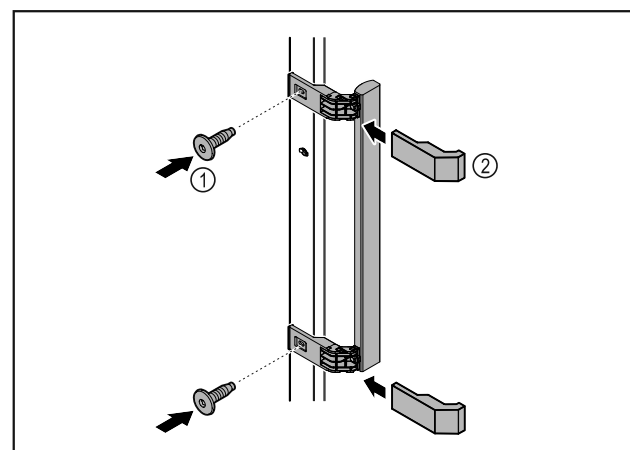

Fig. 9
- ▶ Montera handtaget från tillbehörspaketet på dörren med de skruvar Fig. 9 (1) som medföljer.
- ▶ Sätt på skyddet Fig. 9 (2).